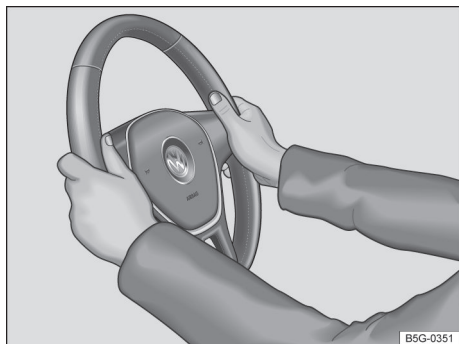

Fig. 59 No volante: posição 9 e 3 horas.
- Ajustar a posição do volante de forma que possa segurá-lo lateralmente pela borda externa na posição de 9h e 3h → Fig. 59 com ambas as mãos e os braços ligeiramente dobrados.